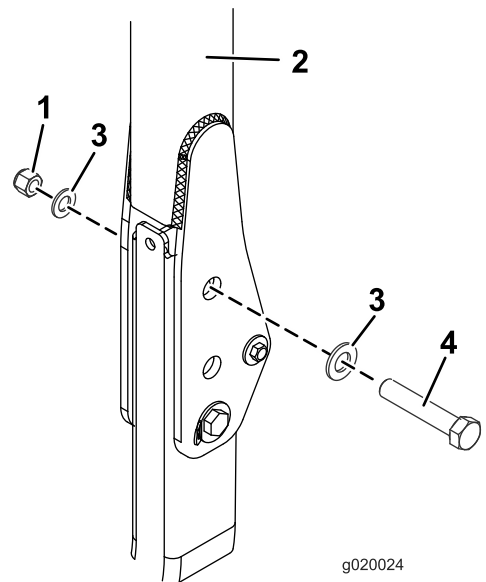

Figure 30
3. Placez une rondelle (13/16" x 1 1/2") sur chaque boulon (3/4" x 4"), comme montré à la Figure 30.
4. Placez les boulons et rondelles dans les trous occupés précédemment par les axes (Figure 30).
5. Placez une autre rondelle sur chaque boulon et fixez le tout avec un écrou (3/4"), comme montré à la Figure 30. Serrez les écrous à un couple de 323 à 396 N·m.
6. Serrez le boulon de pivot du ROPS (Figure 30) à un couple de 91 à 113 N·m pour empêcher l'arceau de sécurité et le pare-soleil de rebondir.